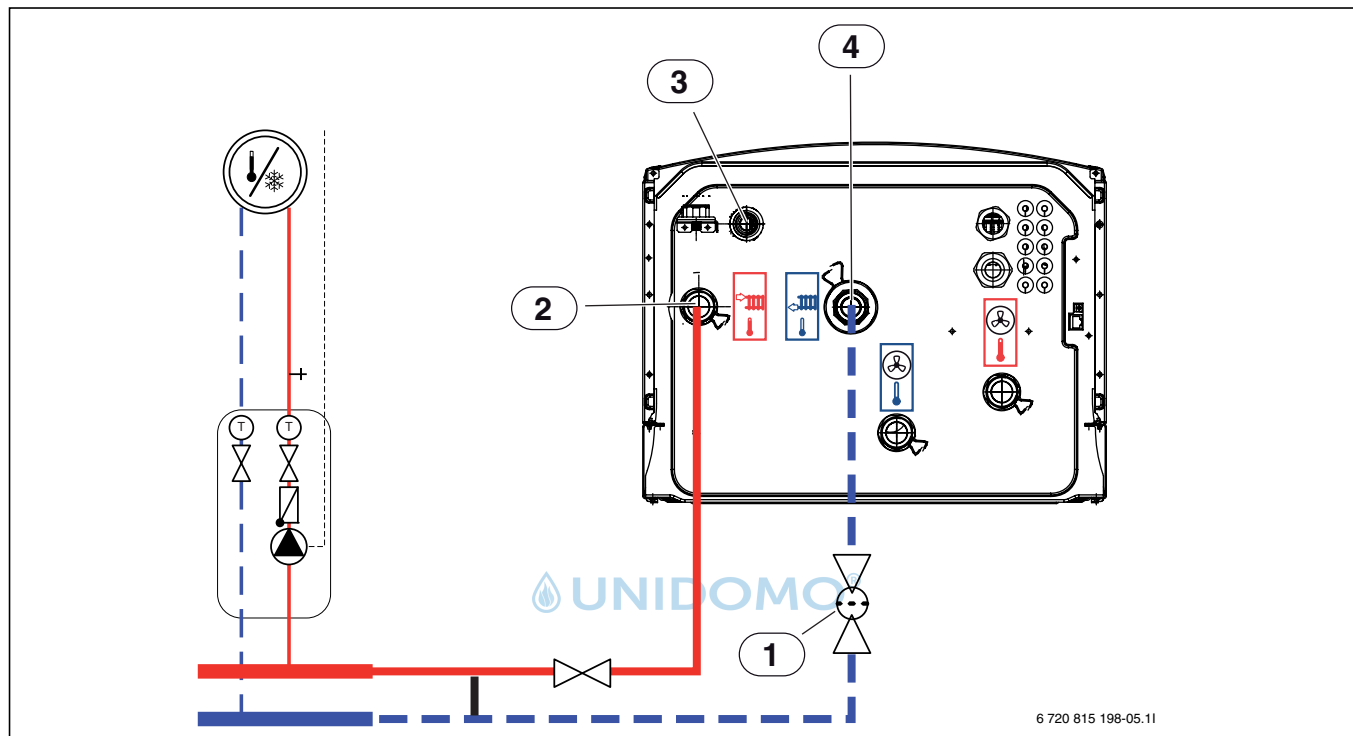

Bild 39 Anschluss der Inneneinheit mit elektrischem Zuheizer ACE an Wärmepumpe und Heizungsanlage
- ▶ Ableitung Überdruckventil von [3], Abb. 39, nach unten in einen frostfreien Ablauf verlegen.
- ▶ Rücklauf von der Heizungsanlage an [4] anschließen, Abb. 39.
- ▶ Vorlauf zur Heizungsanlage an [2] anschließen, Abb. 39.